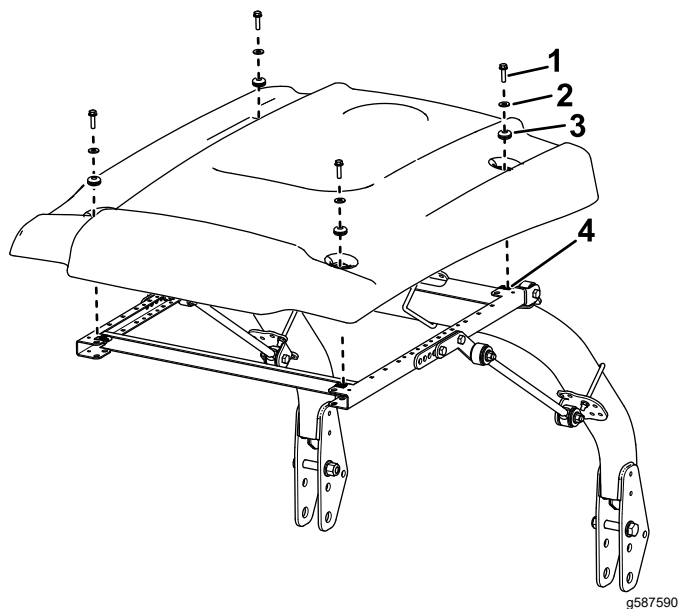

Figura 41
15. Ao alinhar os furos de montagem, posicione o toldo na estrutura como se mostra na Figura 41.
16. Monte, sem apertar completamente, cada canto do toldo na estrutura com um parafuso de cabeça flangeada (5/16 x 1 pol.), uma anilha pequena e um olhal (Figura 41).